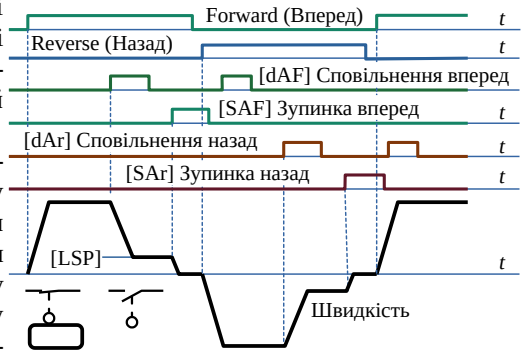

Рисунок 8.8: Позичіонування з середнім кулачковим упором
2. Довжина кулачкового упору така, що после зупинки в крайньому положенні кінцевий вимикач зупинки замкнений, а вимикач сповільнення вже розімкнений (рис. 8.8). В цьому випадку при зворотному ході спочатку розімкнеться вимикач зупинки, а потім замкнеться й розімкнеться вимикач сповільнення.